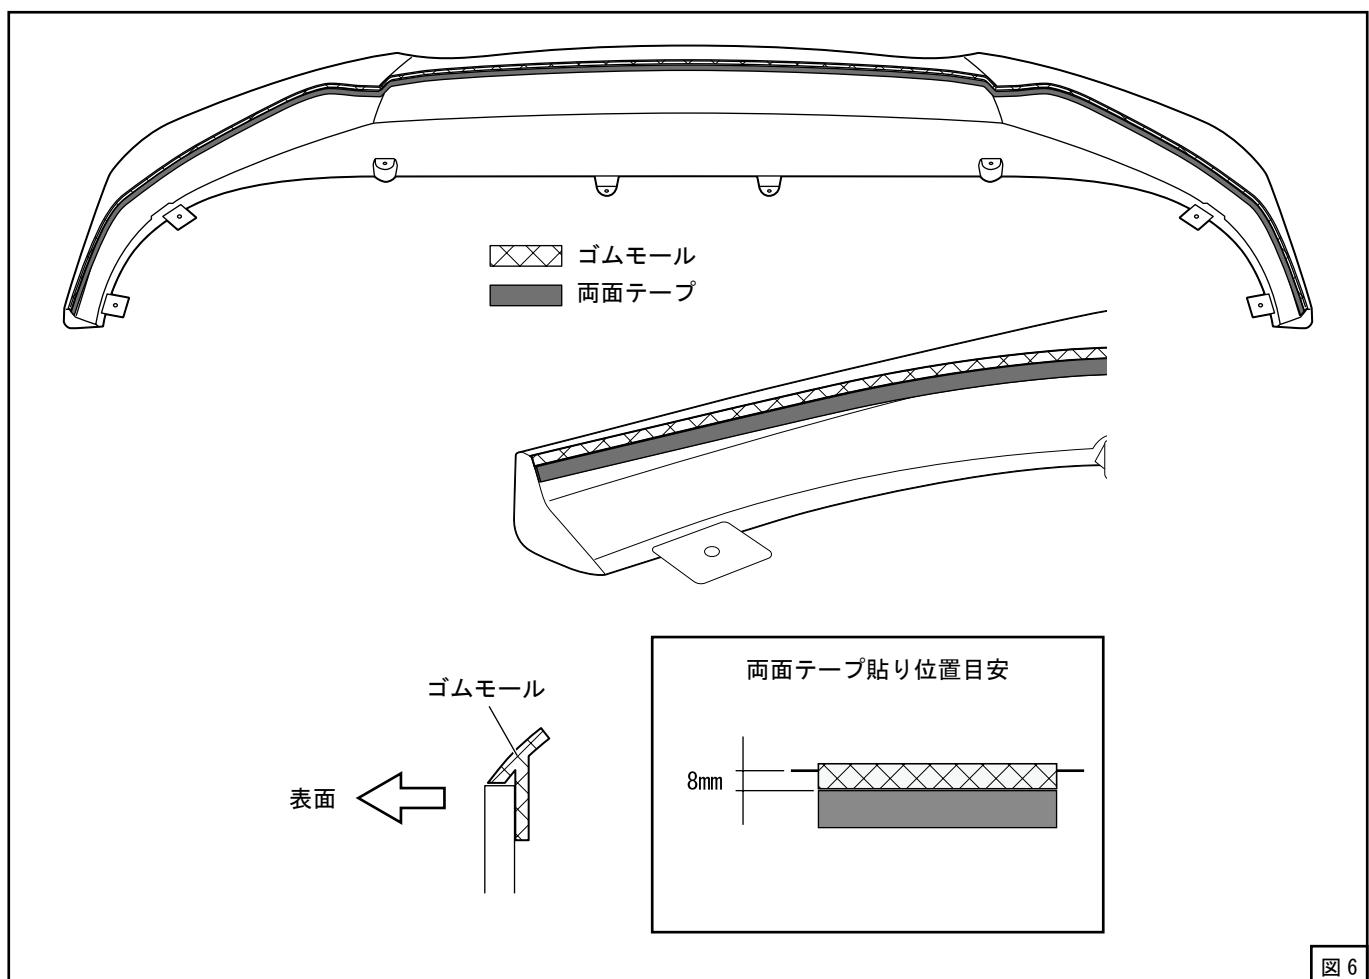

図6
- (8) 貼付け箇所を脱脂してフロントspoイラーにゴムモールと両面テープを貼付けてください。(図6)
それぞれ図6を参照してカットして使用してください。